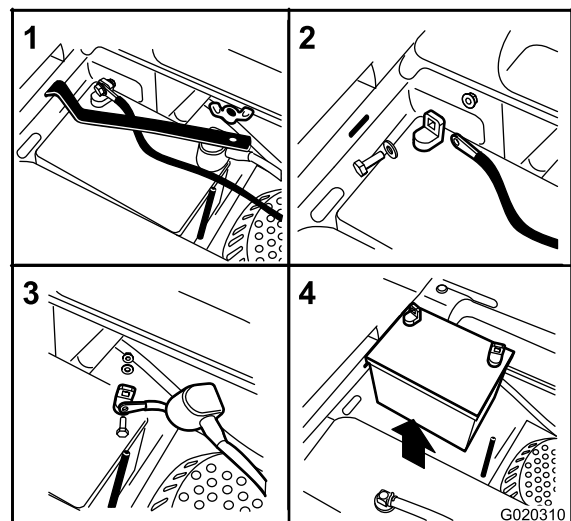

Figura 44
3. Retire la tuerca de orejeta que sujeta la abrazadera de la batería (Figura 44).
4. Retire la abrazadera (Figura 44).
5. Primero desconecte el cable negativo (negro) del borne negativo (–) (negro) de la batería (Figura 44).
6. Retire la cubierta de goma roja del borne positivo (+) (rojo) de la batería y retire el cable positivo (+) (rojo) (Figura 44).
1. Coloque la batería en la bandeja con los bornes en el lado opuesto del depósito de combustible (Figura 44).
4. Fije los cables con 2 pernos, 2 arandelas, y 2 contratueras (Figura 44).
6. Instale la abrazadera y sujétela con la tuerca de orejeta (Figura 44).